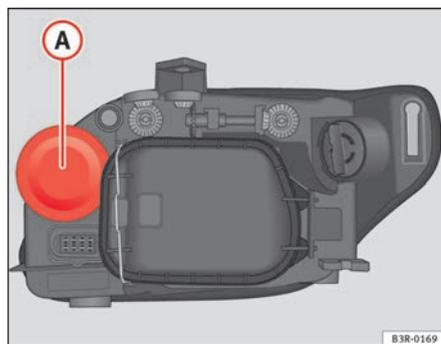

Fig. 191 Feux de route
- Retirez le cache en caoutchouc (A) ⇒ fig. 191 et tirez.